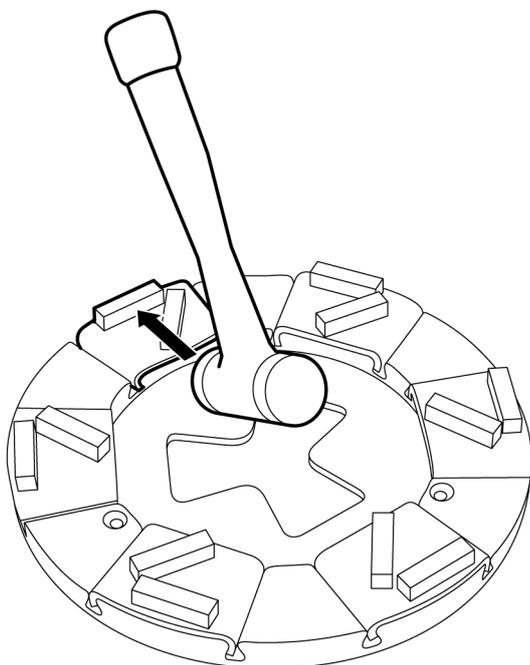

Figure 4-4. Verrouillage de l'outil de ponçage
2. Pour caler l'outil de ponçage dans le support, frappez légèrement dessus avec un maillet en caoutchouc, voir Figure 4-4, page 16
3. Pour caler l'outil de ponçage dans le support, frappez légèrement dessus avec un maillet en caoutchouc, voir *Figure 4-4, page 16*